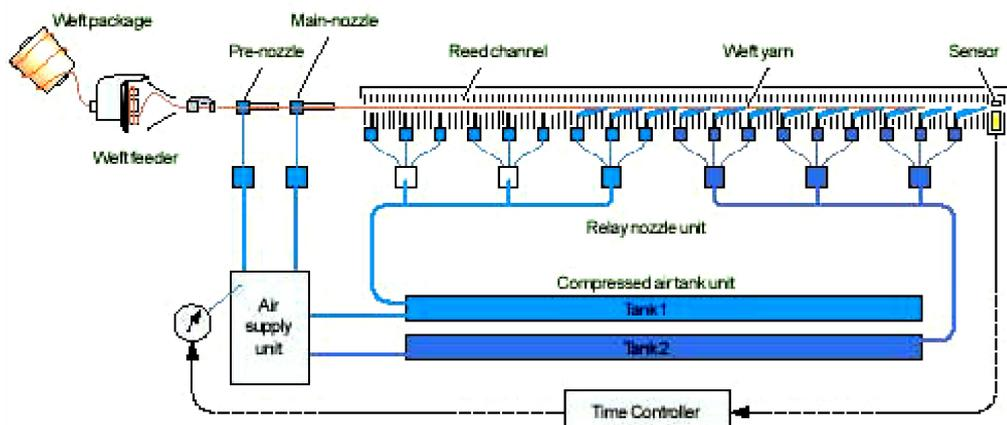

图 5-2 喷气(air jet)引纬系统
2、喷气 (air jet) 引纬是利用高速气流与丝线之间的摩擦力，将纬丝牵引通过梭口，使经纬交织成织物，图 5-2 所示为喷气 (air jet) 引纬系统。